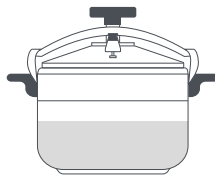

Fig. 2
2 Quando preparar alimentos que se expandam durante o processo de cozedura, como o arroz, cereais ou alimentos desidratados, nunca encha nem ultrapasse o nível "1/2" no corpo da panela (11) (Fig. 2). Se forem excedidos os níveis de enchimento da panela de pressão, os dispositivos de segurança podem ficar deteriorados, aumentando o risco de ocorrência de queimaduras.